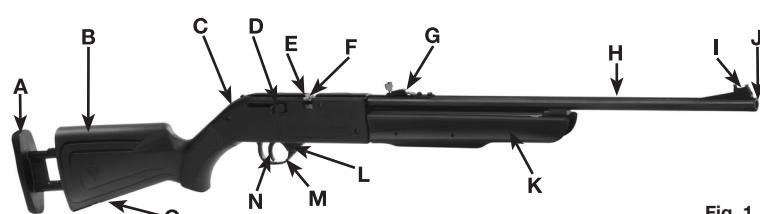

Fig. 1
- Empuje el seguro desde el lado izquierdo introduciéndolo por completo (fig. 1). El seguro no se encuentra activado ("ON SAFE") a menos que se haya presionado completamente hacia adentro que NO vea el anillo ROJO que está alrededor del seguro.